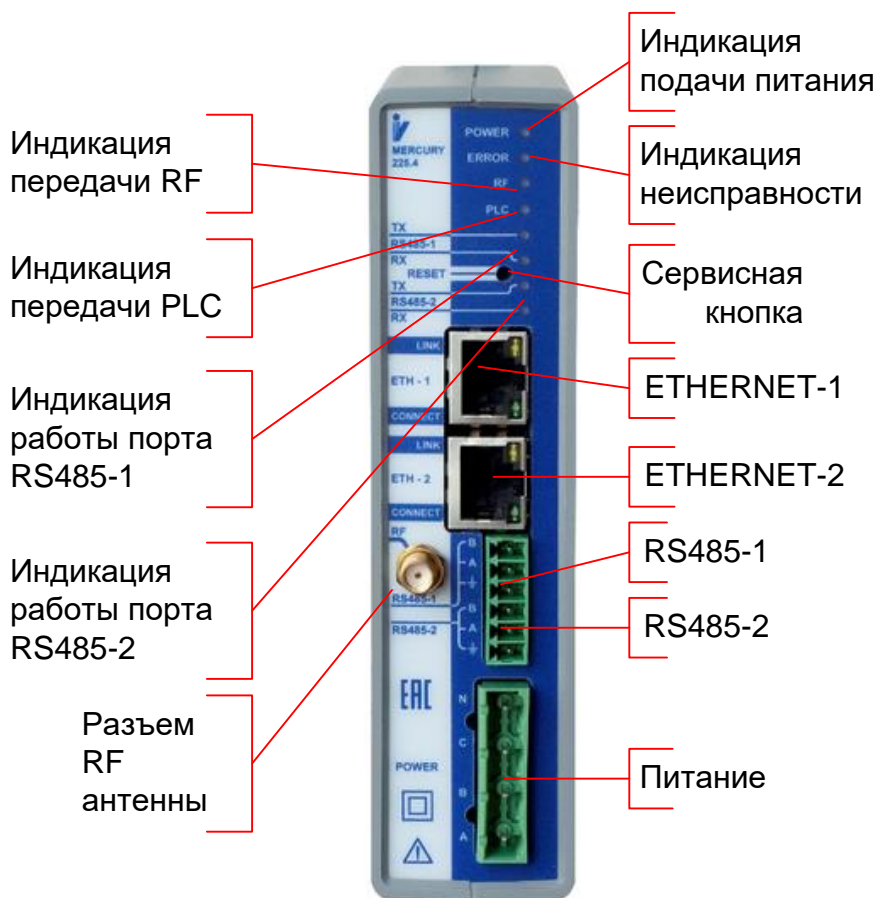

Рисунок 1.1 Вид панели с элементами подключения и индикации
2. Подключите кабели информационных цепей на передней панели контроллера. Монтаж кабелей (за исключением кабеля Ethernet) осуществляется винтовыми зажимами после подсоединения розеток. Расположение и назначение контактов соединителей и схемы подключения внешних устройств см. рисунок 1.1, описание приведено в пп. 2.2.3.1 – 2.2.3.2.